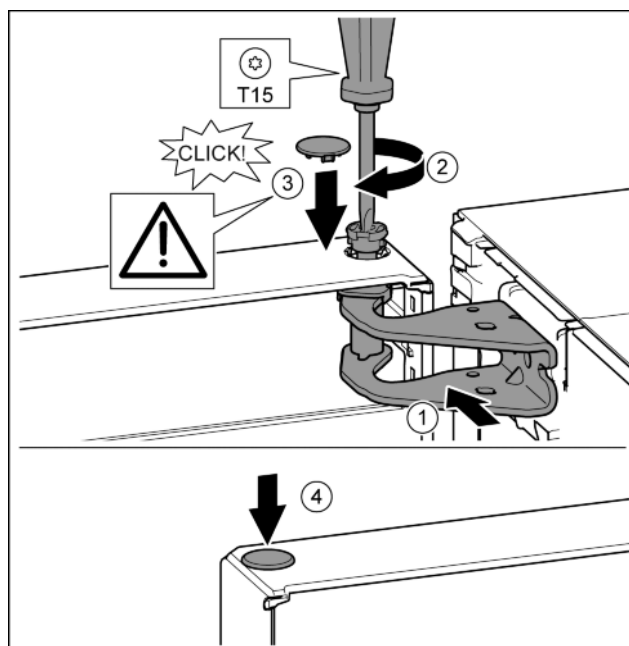

Fig. 15
- ▶ Дверь сверху выровнять по отверстию в опорном кронштейне. Fig. 15 (1)
- ▶ Вставить палец и затянуть отверткой T15. Fig. 15 (2)
- ▶ Установить предохранительную крышку для защиты двери: вставить предохранительную крышку и проверить, прилегает ли она к двери. В ином случае вставить палец полностью. Fig. 15 (3)
- ▶ Вставить заглушку. Fig. 15 (4)